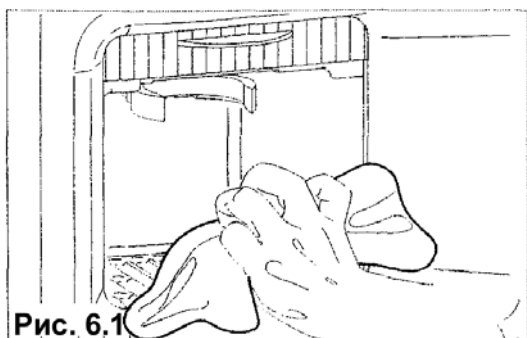
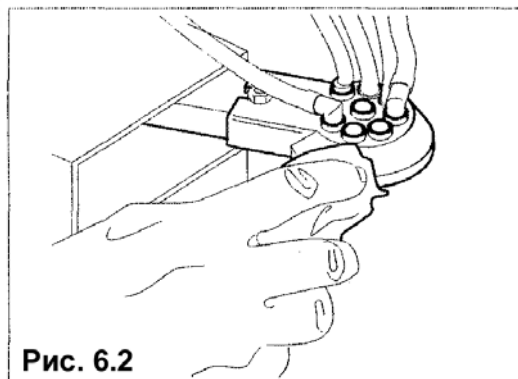

Рис. 6.1
Рис. 6.2
- Очистите все видимые части в области выдачи (рис. 6.1 и рис. 6.2)